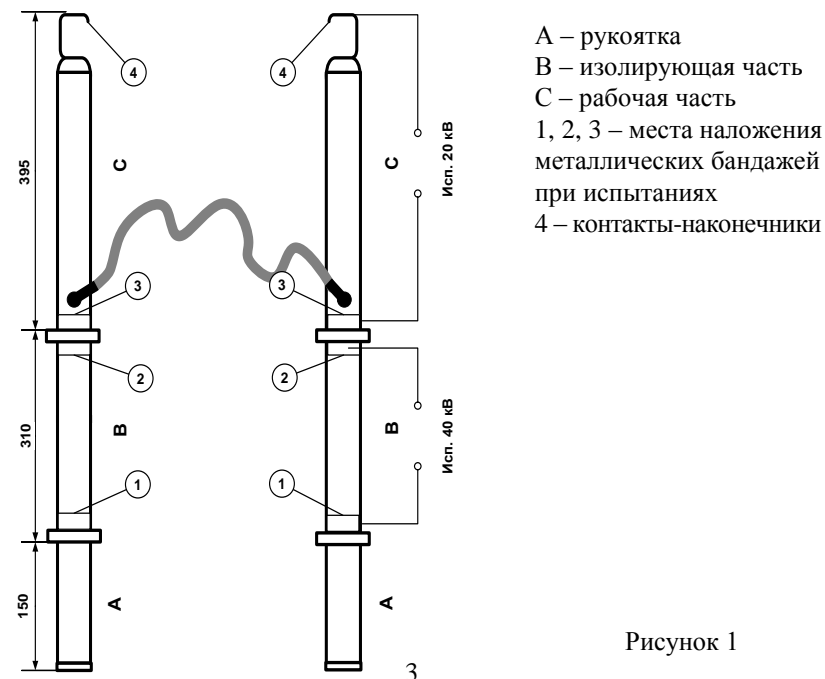

Рисунок 1
4.1 При проверке электрической прочности продольной изоляции рабочих частей испытательное напряжение 20 кВ прикладывается к контакту-наконечнику **4** и к накладному электроду **3** у ограничительного кольца (рисунок 1 на с. 3).